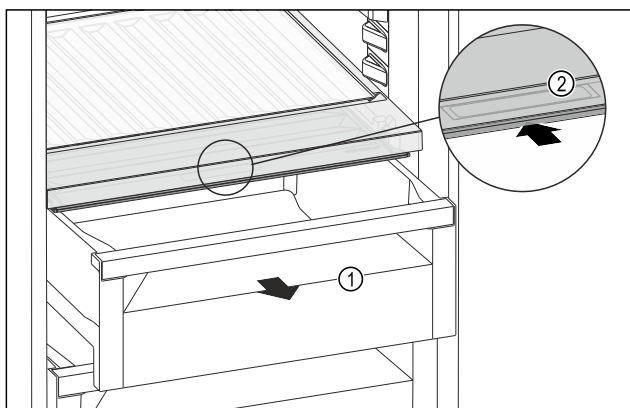

Fig. 128
- ▶ Húzza ki a fiókot Fig. 128 (1).
- ▶ Fogja meg a süllyesztett fogantyút Fig. 128 (2) a rekeszfedélen, és ezzel egy időben tolja hátra a rekeszfedelet.